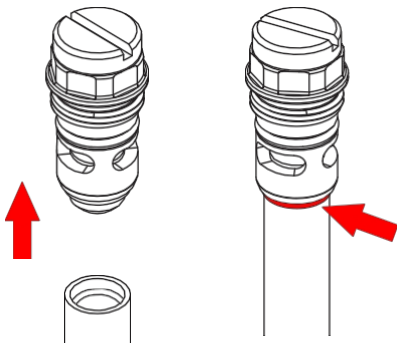

图 17 从检修塞上取下 管道
3. 见图 17。将旧的加液管从检修塞上拔出，然后将新的加液管对准红色的检修塞。